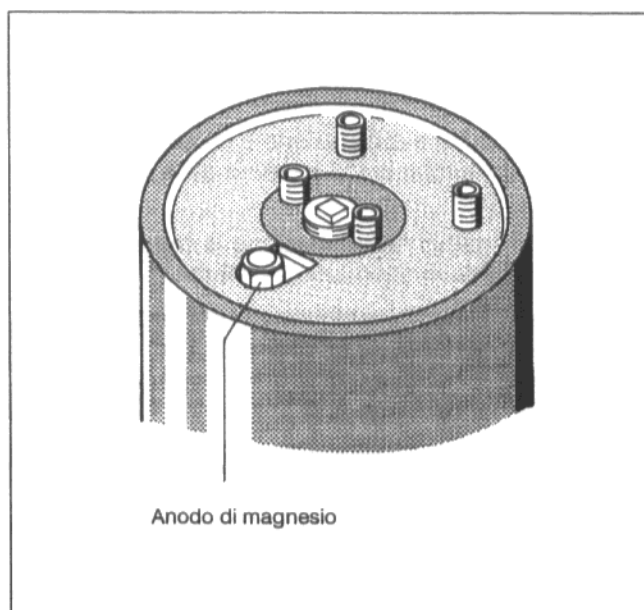

Fig. 6
- Dopo lo smontaggio e un esame visivo l'anodo di magnesio deve essere nuovamente ermetizzato (Fig. 6 e 7).